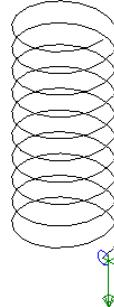

图 7-17 选取扫描截面
- 03 根据系统提示，选取圆作为扫描截面，如图7-17所示。再单击“串连选项”对话框中的“确定”按钮√，结束扫描截面的选取操作。